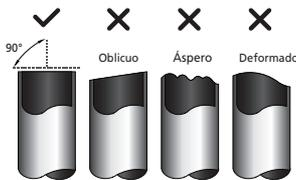

Fig. 7.2
1. Asegúrese de que el tubo se corte en un ángulo perfecto de  $90^\circ$ . Consulte la Fig. 7.2 Para ejemplos de cortes malos.